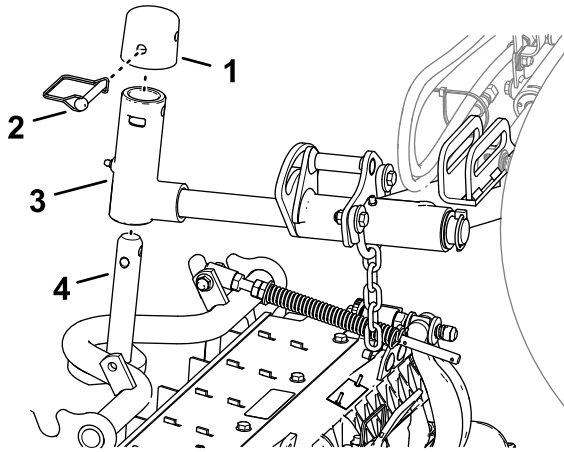

Figura 23
1. Deslice una unidad de corte debajo del brazo de elevación (Figura 23).